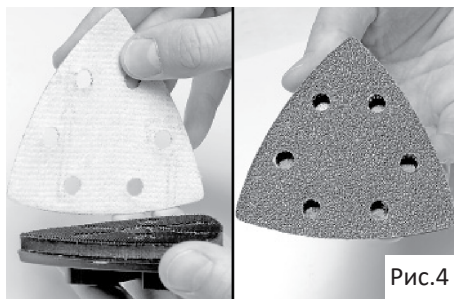

Рис.4
- Перед началом работы с шлифовальной подошвой необходимо прикрепить к ней шлифовальный лист (Рис. 4).